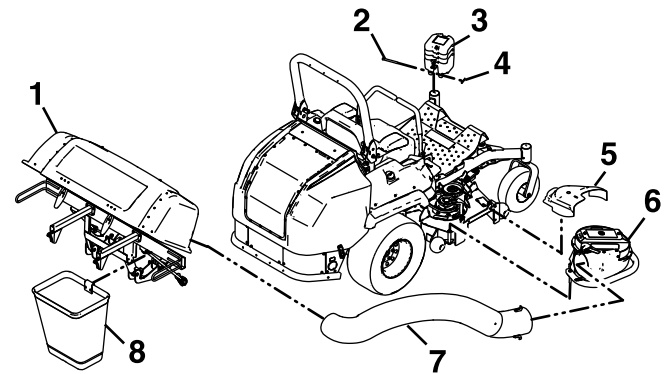

Figura 23
6. Retire el conducto de descarga abriendo los enganches del soplador. Separe el tubo de la salida del soplador y desconecte el extremo superior de la tolva (Figura 23).